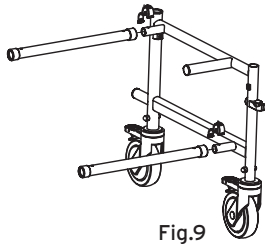

Fig.9
- Inserire i tubi di fissaggio sul telaio lato sinistro o destro, allineare i fori e inserire le C-clip come mostrato in Fig.9;